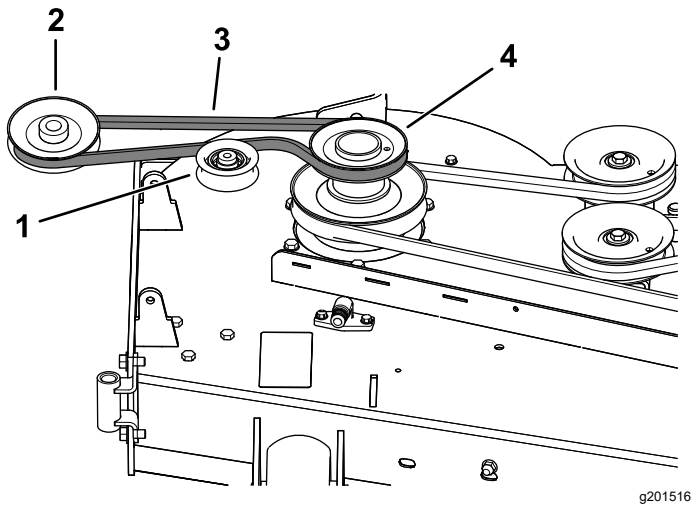
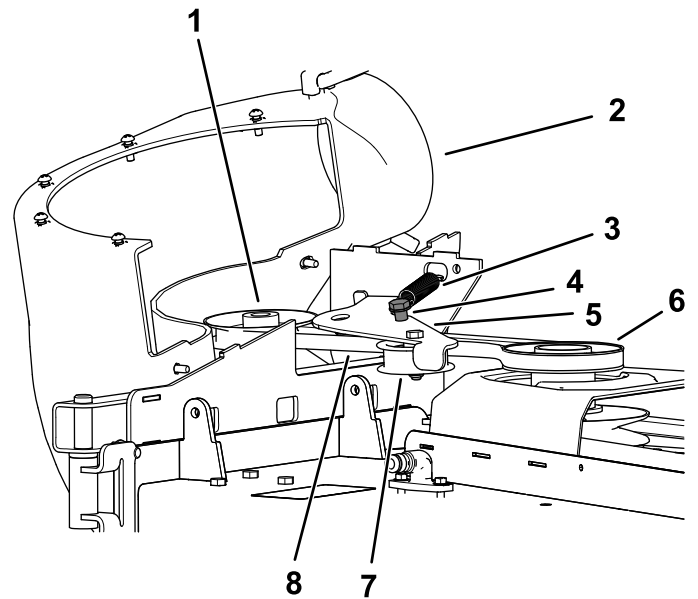

Figure 25
Figure 26
1. Si nécessaire, installez la courroie sur la poulie de ventilateur (Figure 25).
1. Chaussez la courroie sur la poulie de ventilateur (Figure 25 et Figure 26) ; voir 11 Montage du ventilateur (page 17).
3. Tirez sur la poulie de tension rappelée par ressort pour l'éloigner de l'ergot fixe et chaussez la courroie sur la poulie du plateau de coupe (Figure 26).
4. Acheminez la courroie autour de la poulie d'entraînement, comme illustré à la Figure 25 et la Figure 26.